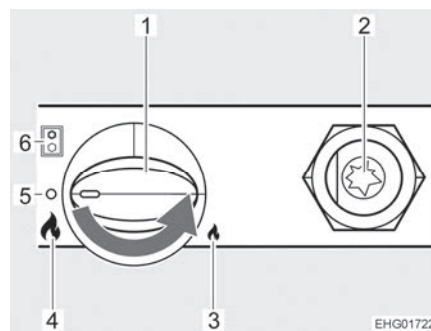

Bild 129 Manöver- och indikeringselement (basfordon Ford)
- Tryck på vridregulatorn (Bild 127,4 resp. Bild 129,1) och vrid den till läget "största låga" (Bild 127,6 resp. Bild 129,4).
- Håll in vridregulatorn och tryck på knappen för elektronisk tändning (Bild 127,3 resp. Bild 129,2).
- Vrid vridregulatorn till önskat läge mellan "minsta låga" (Bild 127,5 resp. Bild 129,3) och "största låga" (Bild 127,6 resp. Bild 129,4).
- Vrid vridregulatorn (Bild 127,4 resp. Bild 129,1) till 0-läge (Bild 127,2 resp. Bild 129,5).